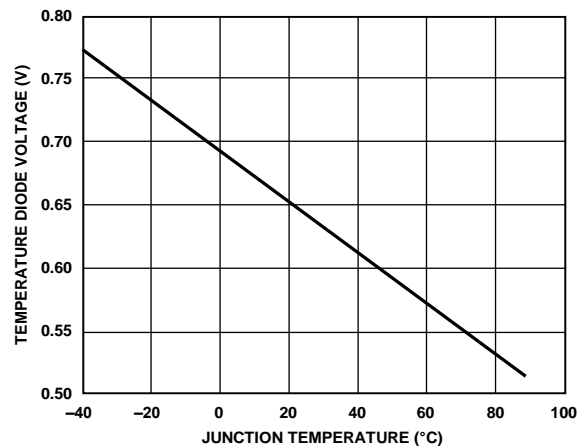

図 74. サイズ 1 の温度ダイオードの代表的電圧応答
4. レジスタ 0x18E6 を 0x01 に設定して、中央にある温度ダイオードのうち、サイズが小さい方 (1×) の電圧エクスポートをオンにします。温度ダイオードの代表的な電圧応答を図 74 に示します。この電圧がダイ温度を表しますが、精度を向上させるために、2 個あるダイオードの両方の値を測定することを推奨します。サイズが 20 倍のダイオードをイネーブルする方法を、以下のステップで説明します。